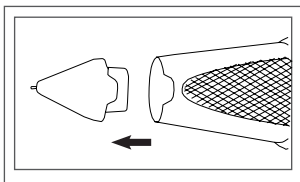

Fig. 1.07
1. Lorsque le testeur est éteint, retirez la pointe magnétique en la tirant doucement, comme illustré sur la Fig. 1.07.